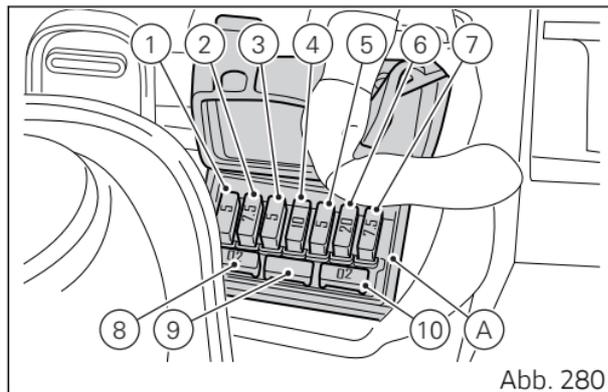
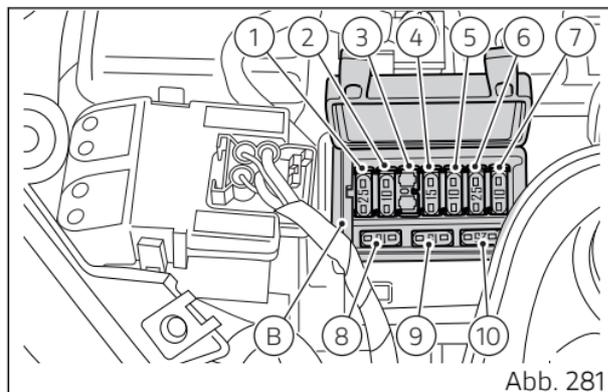

Abb. 280
Abb. 281
Der vordere linke Sicherungskasten (A, Abb. 280) und der vordere rechte Sicherungskasten (B, Abb. 281) sind über der Batterie angeordnet.
Die Hauptsicherung (C) ist rechts neben dem Sicherungskasten (B, Abb. 281), am Fernanlassschalter (D) angeordnet. Für den Zugriff müssen die Tankabdeckung wie im Kapitel „Laden der Batterie“ beschrieben und die Schutzkappe (E) entfernt werden. Eine durchgebrannte Sicherung erkennt man anhand einer Unterbrechung des Glühdrahts ihres inneren Leiters (F).